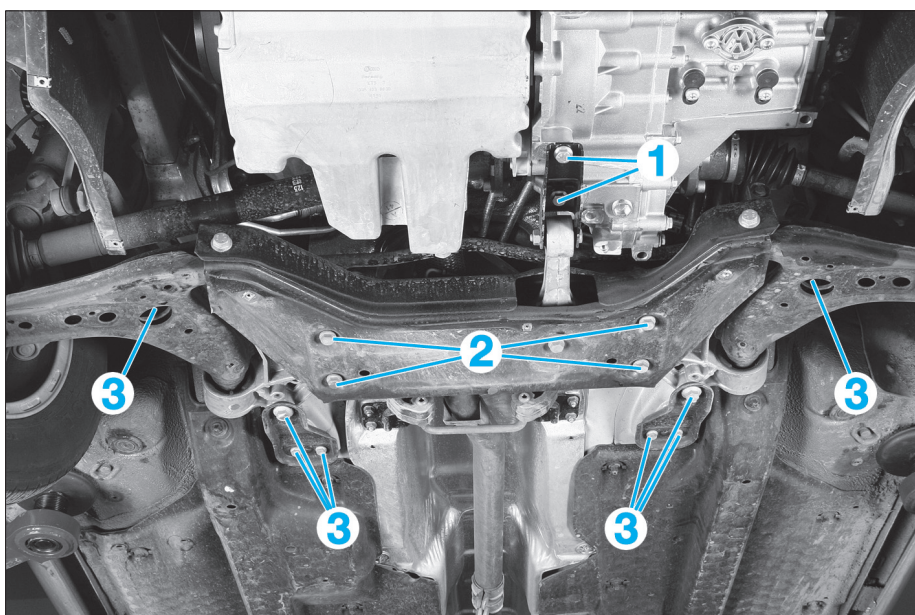

Fig. 8
- les vis de fixation (1) du tirant antibasculement sur la boîte de vitesses (Fig.8).
- les vis de fixation (2) du boîtier de direction,
- les vis de fixation (3) du berceau et de ses plaques de maintien.